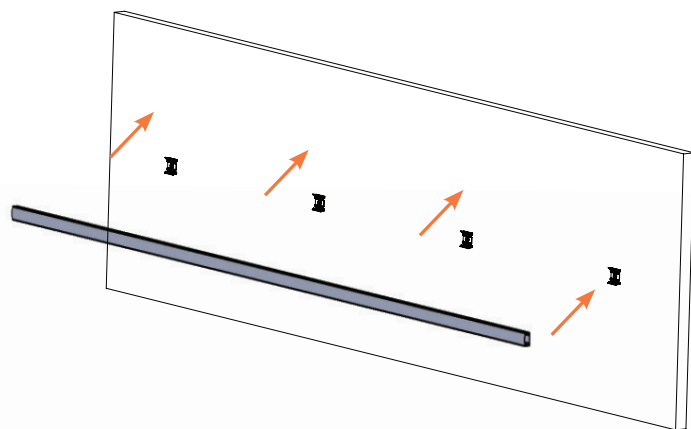

Figure 5a
4. Alignez et fixez l'extrusion (Figure 5a).